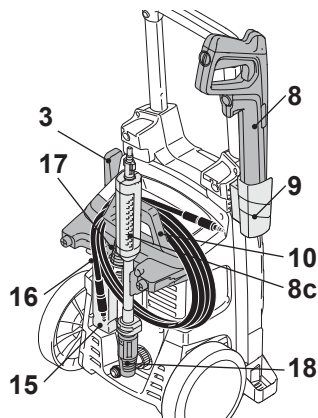

Fig. 12
Use o suporte/ alça da mangueira / alça (10) para guardar a mangueira de pressão (16) (Fig. 12).
Use o suporte do cabo de alimentação (3) para guardar o cabo de alimentação (Fig. 12).
Use o suporte superior da pistola para pintura (9) para guardar a pistola para pintura (8) (Fig. 12).
Os acessórios (depósito de sabão, bico, lança extensora) podem ser guardados na parte de trás do produto. (Fig. 12).